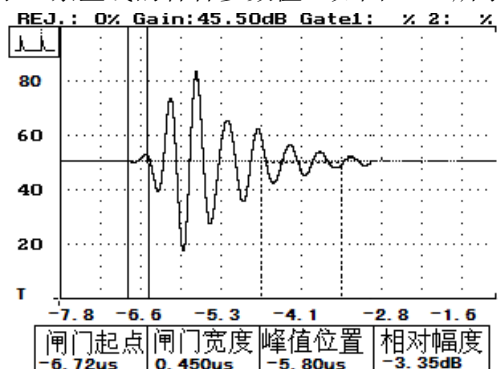

图 23-7
- 2 4、按进入键——进入时域读数功能，屏幕上出现二竖线，同时在屏幕下方显示出相应于二条竖线的各种参数值。如图 23-7 所示。